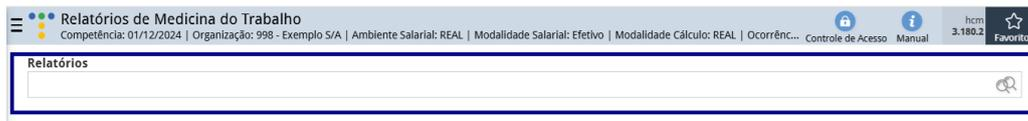

Figura 153: Campo Relatório
2. No campo **Relatório** (Figura 153), selecione a documentação que será emitida.